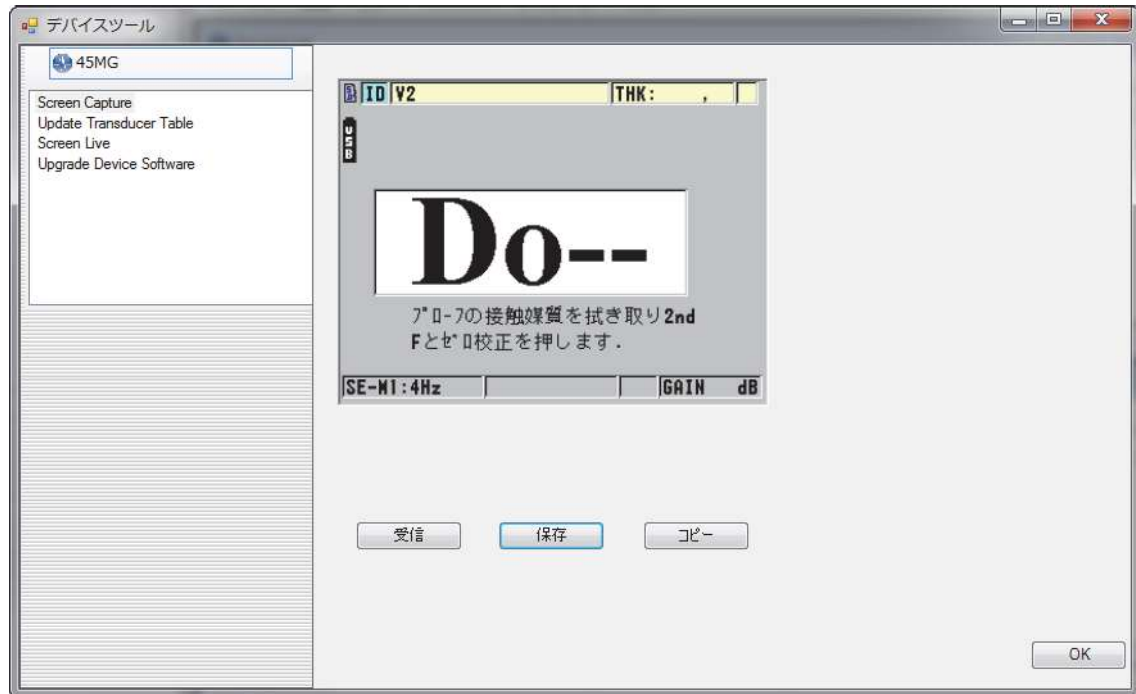

図 11-5 スクリーンキャプチャ機能のあるデバイスツールダイアログボックス
- b) デバイスツールダイアログボックス（195 ページ図 11-5 参照）で、Screen Capture（スクリーンキャプチャ）を選択し、受信をクリックします。データ転送が完了すると、スクリーンキャプチャが表示されます。